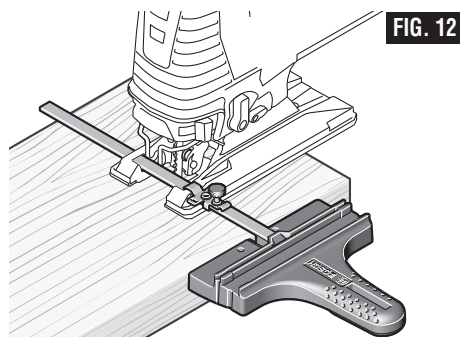

FIG. 12
- La surface du guide longitudinal doit être positionnée LE LONG de l'ouvrage (Fig. 12).
- Insérez la fiche de la scie sauteuse dans la source d'alimentation, tenez la scie fermement, comprimez la gâchette et poussez lentement la scie vers l'avant (Fig. 12).